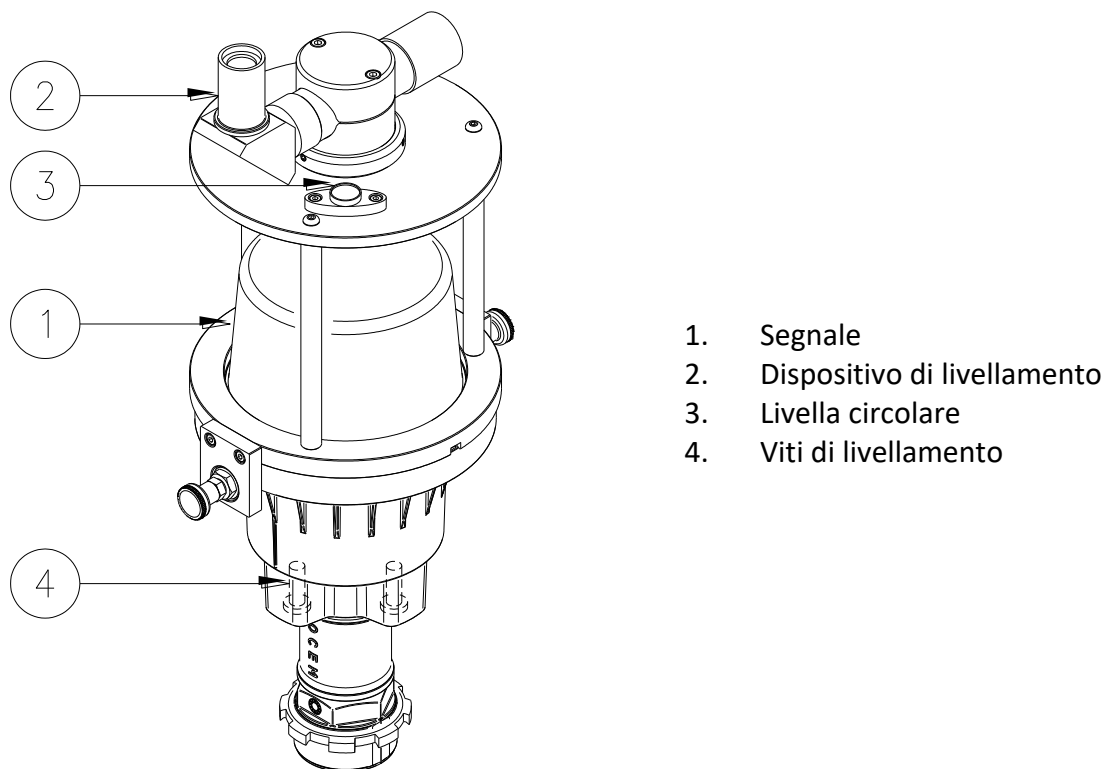

Figura 6 – Dispositivo di Livellamento
- posizionare sull'anello di bloccaggio della lente il dispositivo di livellamento (P/N 332.3500 disponibile su richiesta) come mostrato in Figura 6 Livellare il segnale agendo sulle quattro viti di livellamento fintanto che la bolla non è centrata